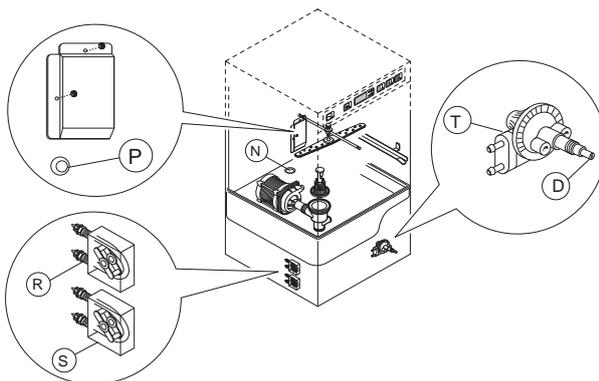

Bild 1 Übersicht über Dosierer
Zum Ändern der Abgabemenge ① an Schraube "D" in die gewünschte Richtung drehen (Bild 1 *Übersicht über Dosierer*).